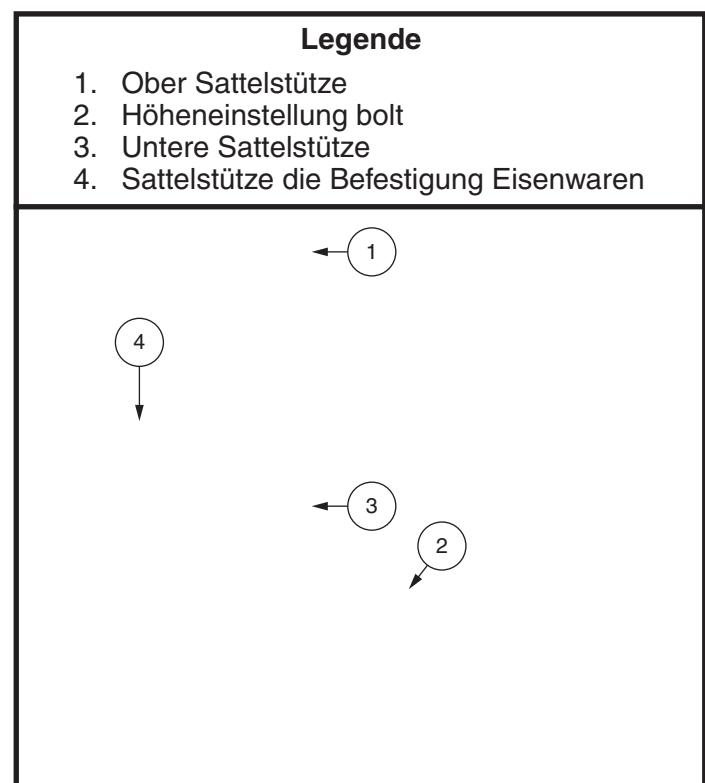

Abb. 8. Sitzhöhenverstellung
8. Lösen Sie die Hardware auf der Rückseite der Sattelstütze. **Siehe Abb. 8.**
9. Ziehen Sattelstütze Stift für die Höhenverstellung. **Siehe Abb. 8.**